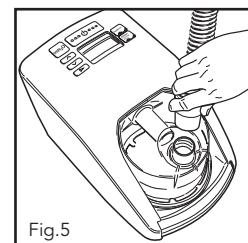

Fig.5
4. Uno de los extremos del circuito tiene un conector de plástico blanco. Presiónelo dentro del orificio de salida ubicado en la parte superior de la cámara (Fig.5).